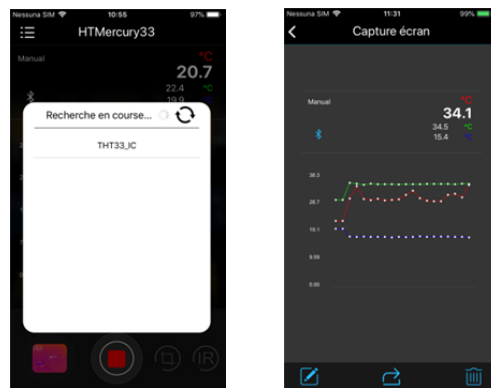

Fig. 20: Communication avec APP HTMercury
4. Effectuer la recherche de l'instrument sur l'APP (voir Fig. 20 – partie gauche)
5. L'affichage en temps réel des températures (point central, point le plus chaud, point le plus froid) de l'image est présent sur le dispositif mobile (voir Fig. 20 – partie de droite) et il est possible d'enregistrer des pages-écrans à partir des menus internes de l'APP. Il est par ailleurs possible d'enregistrer des pages-écrans d'images thermographiques (voir Fig.20) et d'ajouter dessus des objets pour une analyse avancée (voir Aide en ligne de l'APP pour plus de détails)